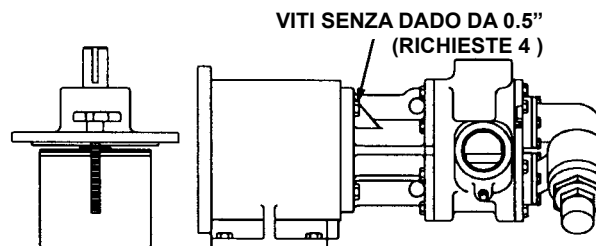

FIGURA 9
3. Sostenere la pompa con un paranco e rimuovere i (4) bulloni da 0.5". **Vedere Figura 9.** Estrarre la pompa dal supporto, si noterà una certa resistenza nel separare le due parti dato che il gruppo del magnete interno verrà attratto dal supporto dell'accoppiamento. Se è necessario smontare ulteriormente il cuscinetto portante, **Fare Riferimento a pagina 9.** Dato che ci sarà del liquido residuo nel contenitore o serbatoio, fare attenzione al liquido che potrebbe versarsi quando il serbatoio viene rimosso.